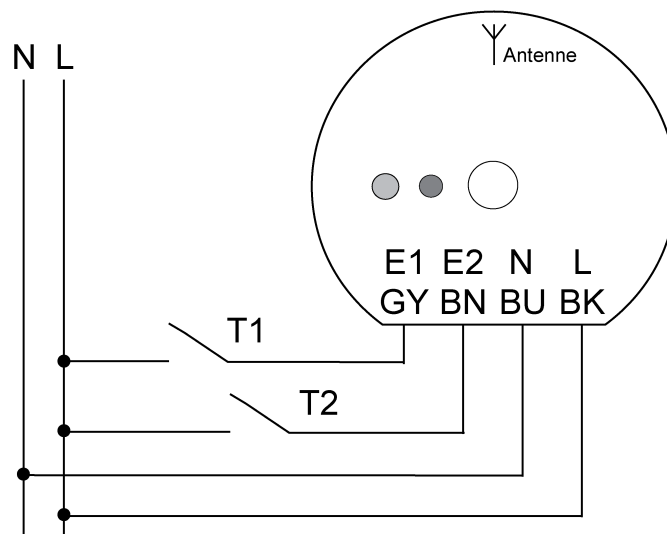
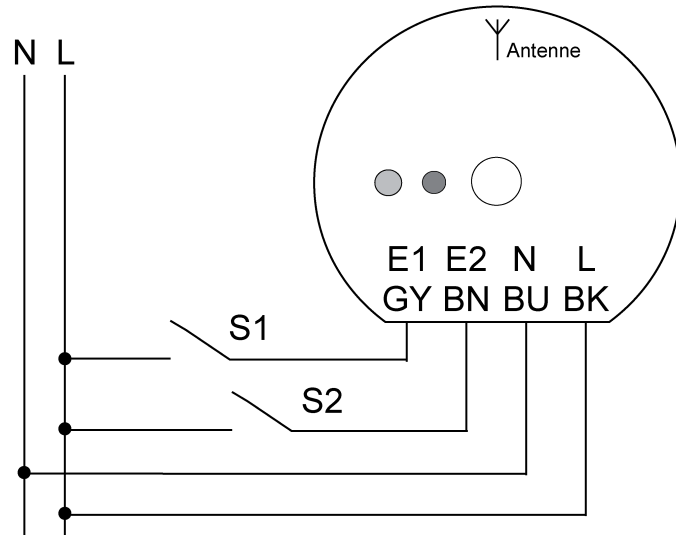
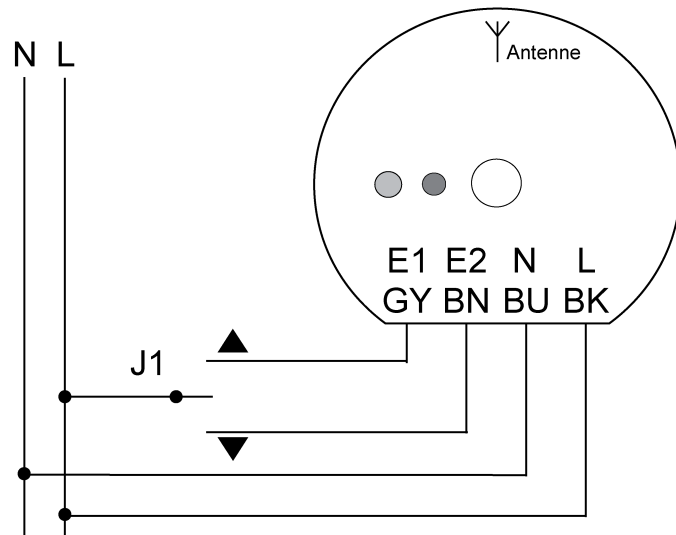
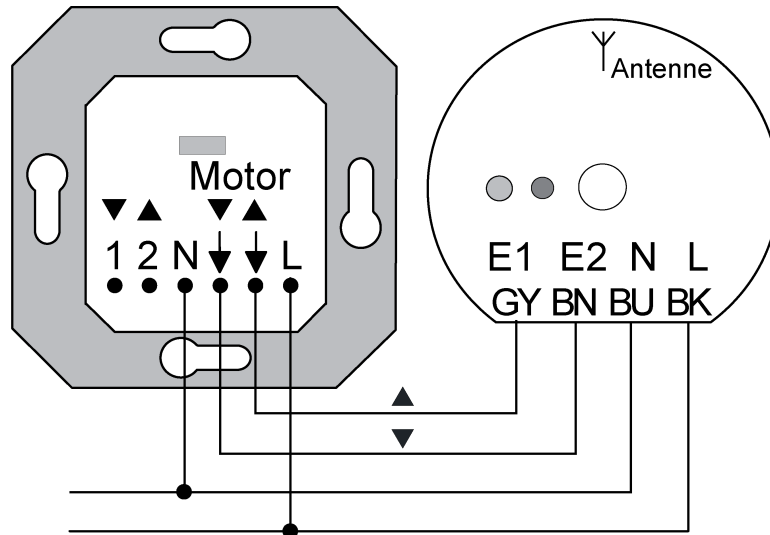

Figure 4: Plan de raccordement du bouton-poussoir, modes de service A, B, C
Figure 5: Plan de raccordement du commutateur, mode de service B
Figure 6: Plan de raccordement du commutateur de store, mode de service D
Figure 7: Plan de raccordement de commande de store, mode de service D
- Appuyer brièvement ou longuement sur le bouton-poussoir (figure 4) raccordé.
Ce mode de service permet de commander un actionneur de store par un commutateur de store (figure 6) ou un mécanisme de commande de store (figure 7).
- Raccorder l'émetteur radio conformément au schéma de raccordement (figure 4), (figure 5), (figure 6) ou (figure 7). Les lignes de raccordement doivent être occupées comme suit :